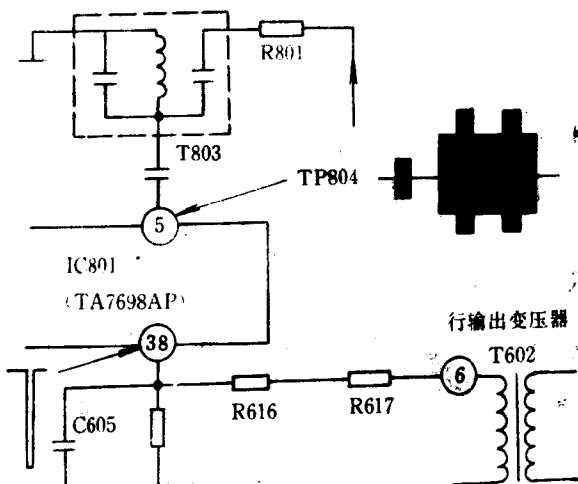

图 1-2-2 波形观察法
(2) 波形观察法
这是彩电维修中常用的方法,特别是在排除解码电路造成的无色故障时,用示波器来观察色度通道各点的波形,能很快找出故障所在,这是用万用表力所不能及的。例如排除飞跃 47C2-2 型机无色故障,可以参照图 1-2-2,用示波器测量 TP804 点波形(查 IC801-TA7698 的 ⑤脚)。正常情况应有 $0.9V_{P-P}$ 的色度信号输入,若没有信号波形,或波形不正常,说明带通网络出现故障,原因可能是 C802 或 T803 损坏。如果以上测量正常,则观察 TP802 点色同步信号波形,如没有或信号异常,接着要观察 IC801 的 ③脚可有行脉冲输入。如果这里没有脉冲输入,就应进一步跟踪追查从行输出变压器 T602 的 ⑥脚(行逆程脉冲输出脚)到 IC801 的 ③脚之间零件,如 C605、R616、R617 等有否击穿或开路。在跟踪追查中,发现波形在何处开始消失,就是故障所在部位。运用波形观察法,维修人员必须熟悉图纸,